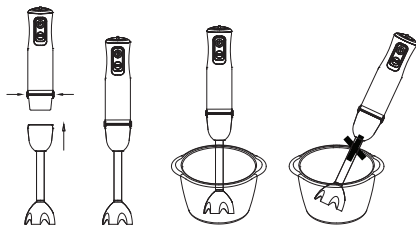

Рис. 1
- Насадку-блендер (1) используйте для приготовления соусов, майонеза, фруктовых пюре, детских смесей, смешивания разнообразных ингредиентов, для переработки фруктов и овощей, содержащих достаточное количество сока.
- Перед установкой насадки-блендера (1) убедитесь в том, что вилка шнура питания не вставлена в электрическую розетку.
- Вставьте насадку-блендер (1) в моторный блок до срабатывания фиксаторов (2), убедитесь в надёжной фиксации насадки (рис. 1).
- Погрузите насадку-блендер (1) в ёмкость с продуктами, которые вы хотите измельчить/перемешать, можно поместить продукты в стакан (11).
При переработке продуктов держите моторный блок с насадкой-блендером (1) вертикально (рис. 1).
- Для включения нажмите и удерживайте кнопку (4) «». Используйте этот режим работы для смешивания жидких продуктов.
- При нажатии и удержании кнопки (4) «» Вы можете регулировать скорость вращения насадки поворотом регулятора (5). Используйте этот режим работы для переработки жидких и твёрдых продуктов.
- Для работы в режиме максимальной скорости нажмите и удерживайте кнопку (3) «TURBO».
- Для выключения вращения насадки-блендера (1) отпустите кнопку (3 или 4).
- После завершения работы выньте вилку шнура питания из электрической розетки и снимите насадку-блендер (1), нажав на кнопки фиксатора (2) (рис. 1).